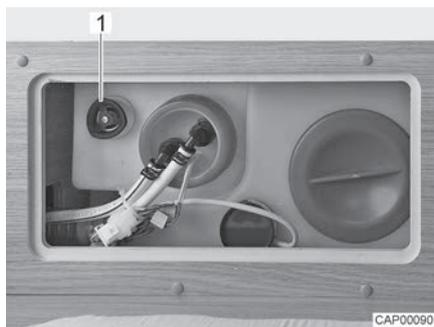

Fig. 94 Depósito de agua con tirador giratorio
- Girar el tirador giratorio (Fig. 94,1) del depósito de agua en sentido contrario a las agujas del reloj sobrepasando la resistencia, para abrir el orificio de salida completamente.